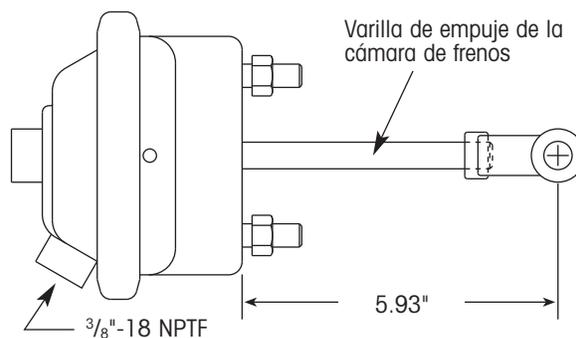

Figura 22. Longitud libre de la cámara de frenos
1. Mida la varilla de empuje de la cámara de frenos. Si es necesario, gire la horquilla para obtener una longitud libre de 5.93 pulgadas (figura 22).